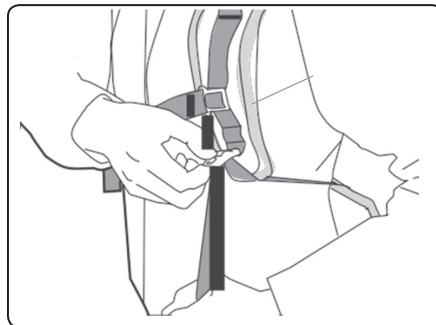

Abb. 5
1. Stecken Sie Ihre Arme durch die Tragegurte, nehmen Sie den Akku auf Ihren Rücken und stellen Sie beide Schultergurte in eine bequeme Position für Ihre Schultern ein (Abb. 5).